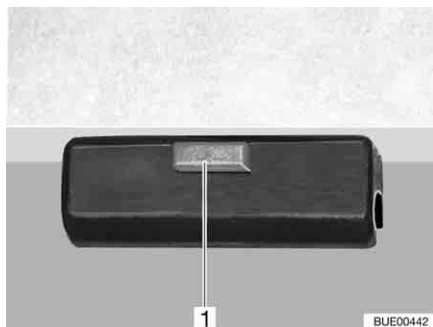

Fig. 104 Dispositif de verrouillage
- Desserrer le dispositif de verrouillage (Fig. 104,1) du plateau de la table.